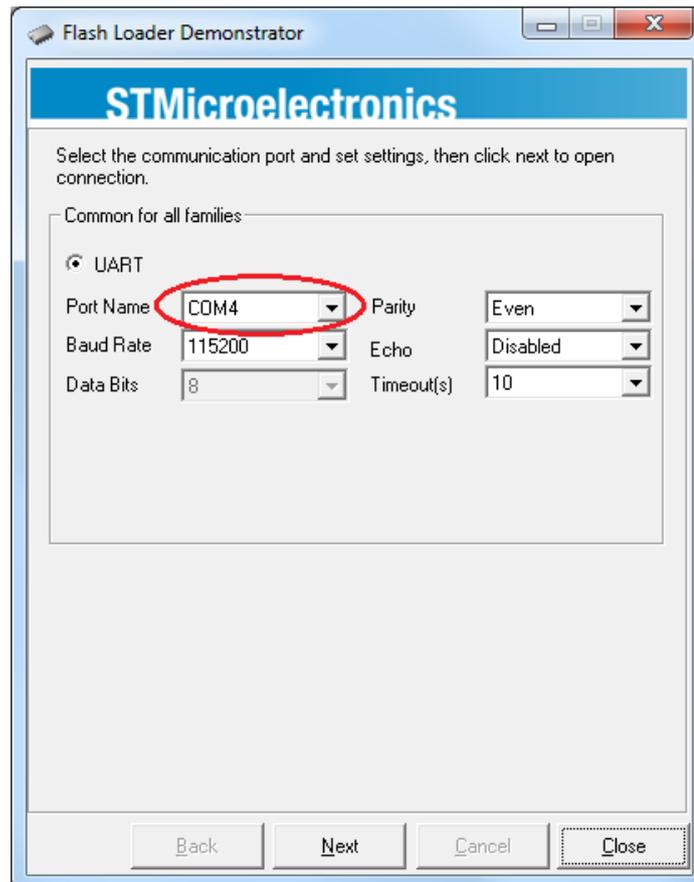

Рис.5 Стартовое окно программы Flash Loader Demonstrator
5. Запускаем программу «Flash Loader Demonstrator» и в главном окне меняем номер коммуникационного порта на тот, под которым определилась микросхема CP2102 (Рис.5). Остальные настройки оставляем по умолчанию.